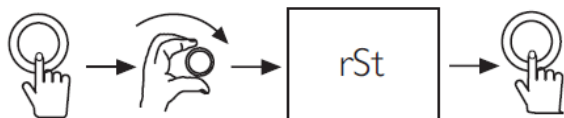

Fig. 28: Rearme de códigos de erro
- Alguns códigos de erro podem ser rearmados. Se aparecer um código de erro no ecrã, efetue o processo de rearme (Fig. 28) para tentar eliminar a falha.